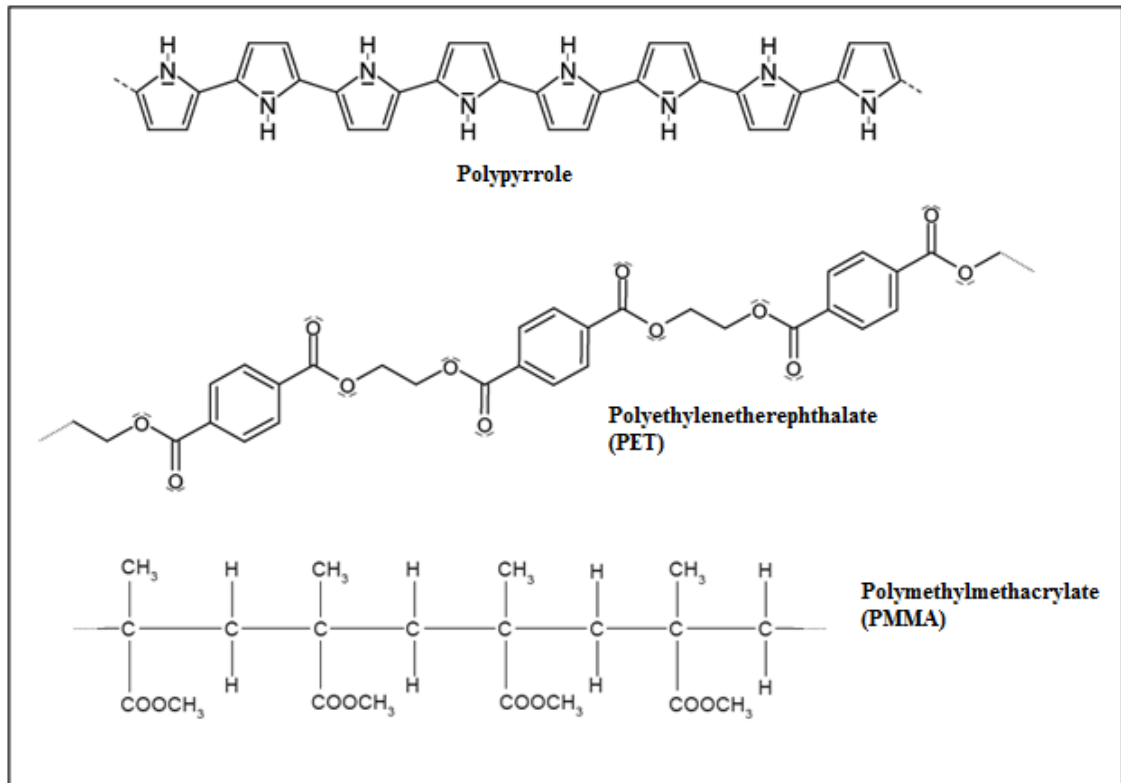
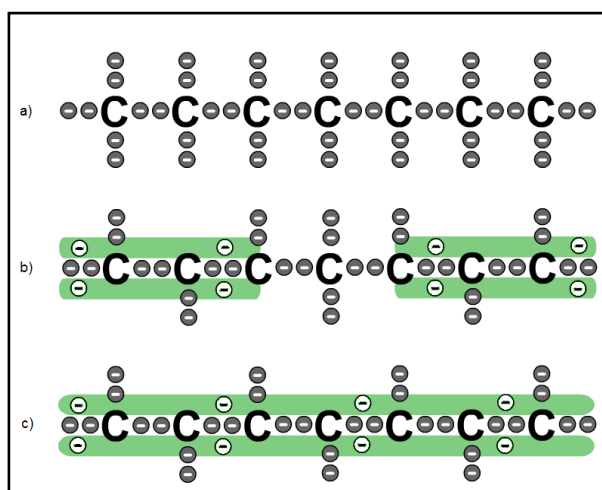

Abb. 1: Strukturausschnitte drei verschiedener Polymere
Abb. 2: Modell für die Erklärung von Leitfähigkeit in Polymeren
- Markieren Sie in den Polymeren in Abb. 1 die jeweilige Repetitionseinheit mit eckigen Klammern.
- Abb. 2 zeigt ein einfaches Modell zur Erklärung der Leitfähigkeit in Polymeren. Dieses Modell betrachtet lediglich die Kohlenstoff-Hauptkette eines Polymers mit den zugehörigen Valenzelektronen. Lesen Sie zuerst den Erklärungstext und ordnen Sie dann die drei Polymere aus Abb. 1 den drei Modellen in Abb. 2 zu.